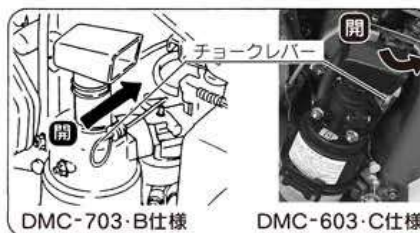

図15
- ⑥ エンジンの調子を見ながら、チョークレバーを徐々にもどして、チョークを開いてください。(図15)